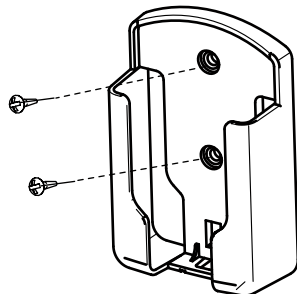

Figura 3
1. Use os parafusos (acessórios) para fixar e prender o suporte do controlador remoto em uma posição estável (vide Figura 3);